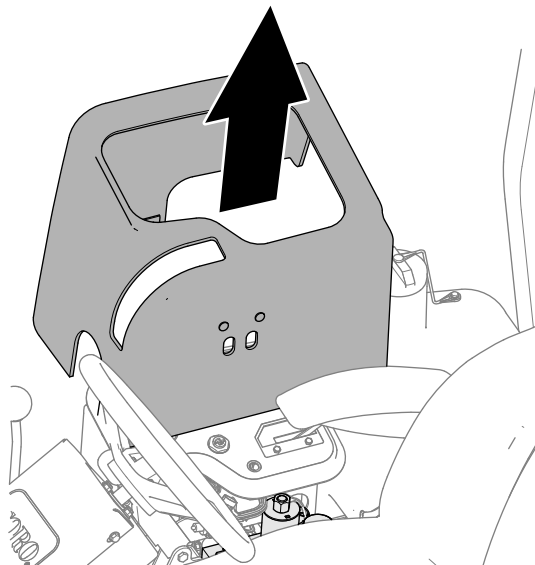

Figure 92
3. Soulevez le couvercle magnétique de la console (Figure 92) pour exposer le collecteur de la tondeuse.